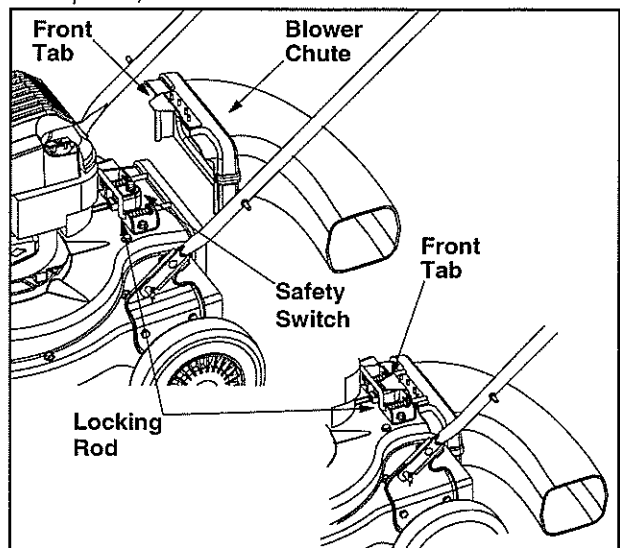

Figura 5
- Asir el tubo de soplado con una mano y, con la otra mano, tirar de la varilla de fijación en la escuadra de montaje hacia el motor. Ver la figura 5.
- Asir el mango del tubo de soplado con una mano y, con la otra mano, tirar de la varilla de fijación en la escuadra de montaje hacia el motor para soltar el recolector. Ver la Figura 5.